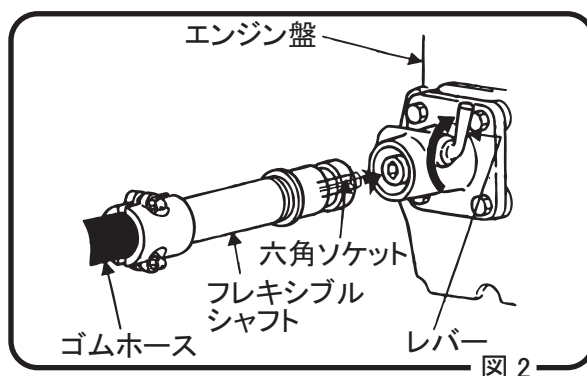

図 2
8.1.1 シャフトをエンジンに接続して下さい。接続はエンジンのカップリング部側面にあるレバーを回し、フレキシブルシャフトのコネクター及びホースカップリングを挿入し、レバーを元の位置へ戻して下さい。(図 2)